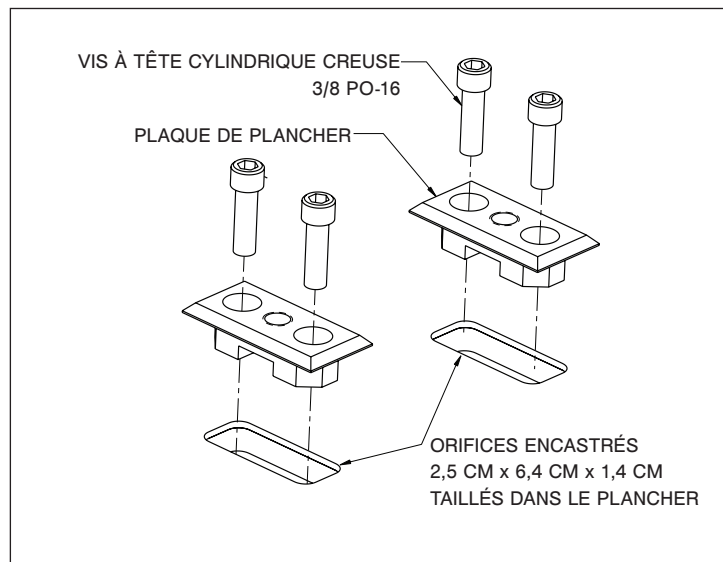
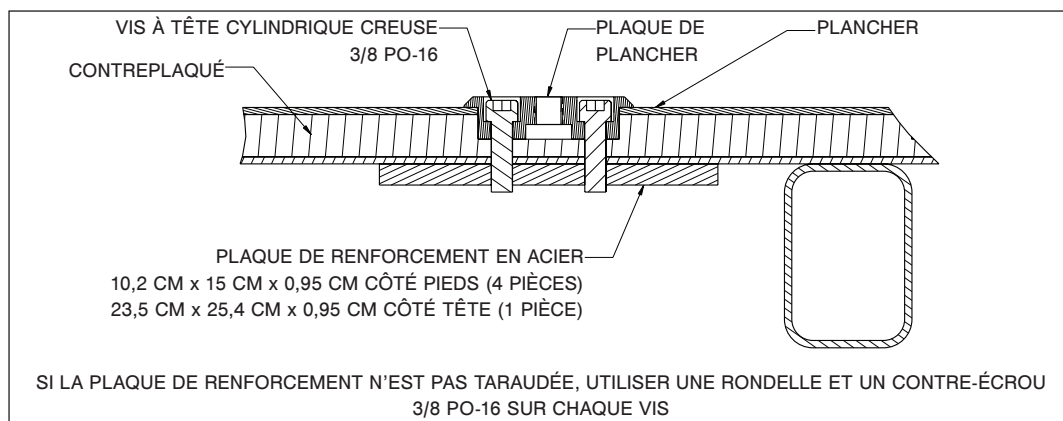

Figure 2 – Installation de la plaque de plancher
Figure 3 – Installation de la plaque de plancher
3. Tailler des orifices encastrés de 2,5 cm x 6,4 cm x 1,4 cm de profondeur dans le plancher, centrés au-dessus des points de fixation de la plaque, comme le montre la Figure 2.
4. À l'aide de deux vis à tête cylindrique creuse de 3/8 po, de préférence de grade 8, ancrer chacune des plaques de plancher dans les orifices encastrés, les trous à épaulement dirigés vers le haut, comme le montre la Figure 2. Des plaques de renforcement en acier (ou équivalent) sont requis pour plus de soutien, comme le montre la Figure 3 (plaques de renforcement non fournies).